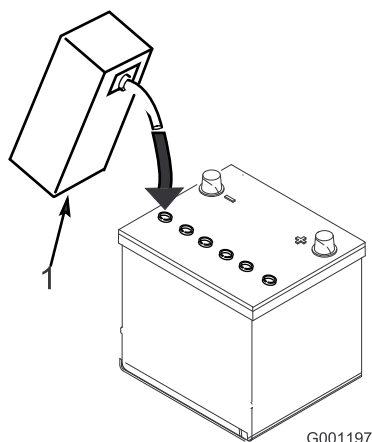

Figura 5
3. Llene cuidadosamente cada celda con electrolito hasta que las placas estén cubiertas de aproximadamente 6 mm de fluido (Figura 5).
4. Espere aproximadamente 20–30 minutos para que el electrolito penetre en las placas. Rellene según sea necesario para que el electrolito llegue a una distancia de aproximadamente 6 mm del fondo del hueco de llenado (Figura 5).